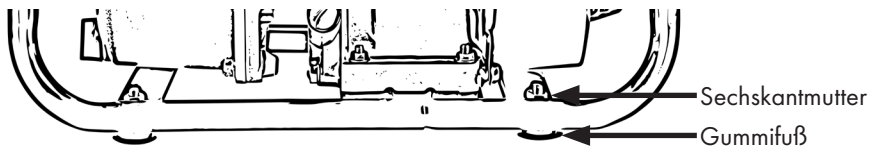

Abbildung 3
- Bringen Sie die GummifüÙe wie in Abbildung 3 gezeigt unten am Rahmen an und befestigen Sie diese mit den Muttern.